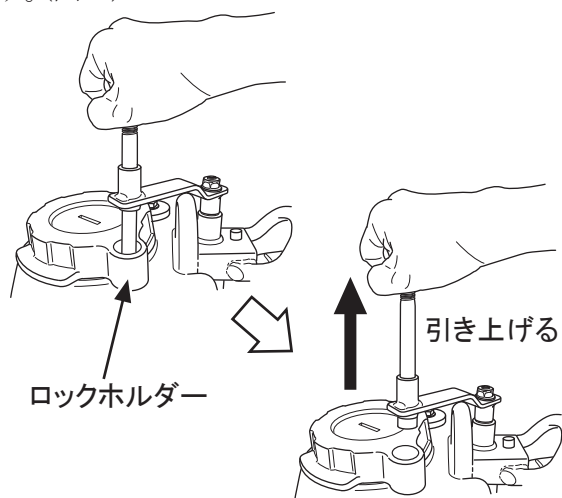

図 10
1. 昇降ハンドルは振動などで動かないように、水タンクキャップに設けてあるロックホルダーに固定されています。使用時は一旦上へ持ち上げます。(図10)